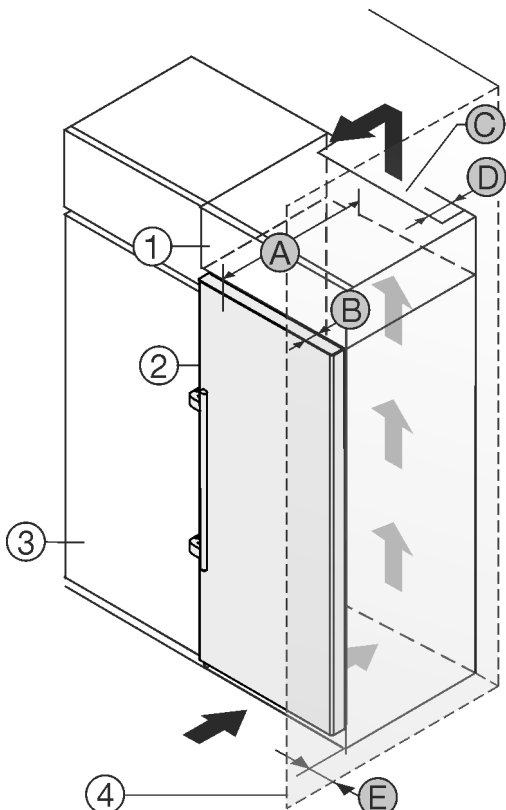

Fig. 2
Zariadenie postavte priamo vedľa kuchynskej skrine Fig. 2 (3)*
Na zadnej strane nadstavnej skrine musí byť vetracia šachta s hĺbkou Fig. 2 (D) cez celú šírku nadstavnej skrine.*
Pod stropom miestnosti sa musí dodržať prierez vetracieho otvoru Fig. 2 (C)*
Ak je zariadenie umiestnené so zavesením vedľa steny Fig. 2 (4), vzdialenosť medzi zariadením a stenou musí byť minimálne 57 mm. To zodpovedá presahu držadla pri otvorených dverách.*
Pre úplné otvorenie dverí musí zariadenie vyčnievať o hĺbku dverí Fig. 2 (B) prednej časti kuchynskej skrine. V závislosti od hĺbky kuchynských skriň Fig. 2 (3) a použitia dištančných držiakov na stenu môže zariadenie prečnievať ešte viac.*